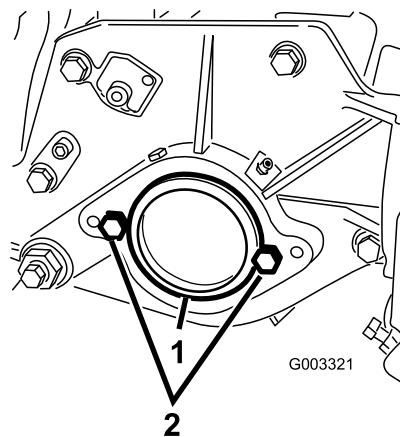

Figura 13
2. Na extremidade direita da unidade de corte, retire o tampão de plástico da caixa de rolamentos (Figura 13).
3. Retire os 2 parafusos da placa do lado direito (Figura 13).
2. Parafuso (2)
5. Instale os 2 parafusos de montagem do motor do cilindro na placa do lado esquerdo da unidade de corte (Figura 13).